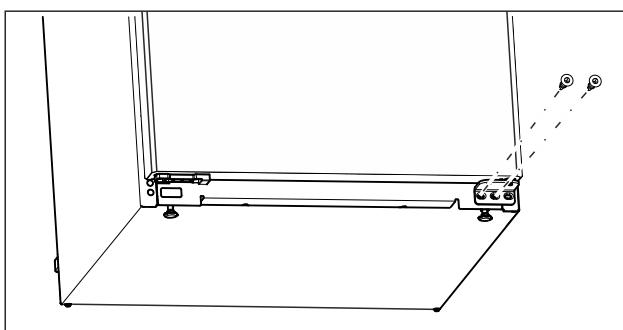

Fig. 7
- Na spodnjem ležajnem podstavku z izvijačem Torx 20 odvijte sredinski vijak. (glejte Fig. 7)
- Na spodnjem ležajnem podstavku z izvijačem Torx 20 odvijte notranji vijak. (glejte Fig. 7)